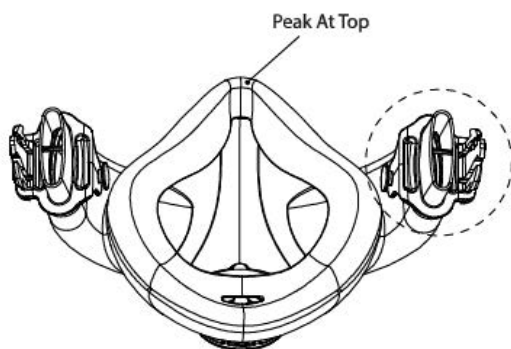

Figure 3 - Right hand mask AirClip
- ① HALOレスピレーターにマスクを取り付けます。
- マスクの頂点を直立させて、右側のマスクAirClipを見つけます(図3)。ブロワーのキーパッドと同じ側の右側のブロワーAirClip(図4)をまず操作します。